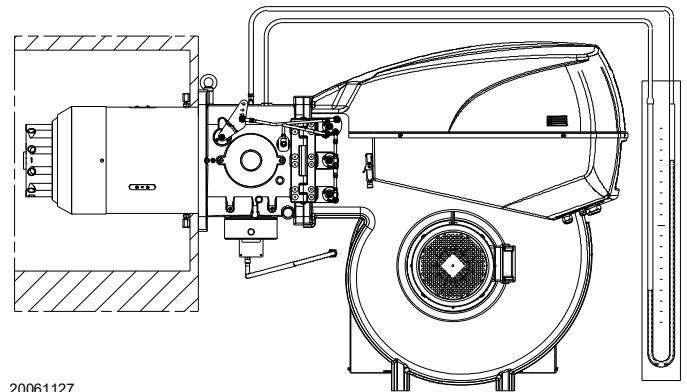

Abb. 23
- Montieren Sie ein U-Rohr-Manometer oder einen Differenzdruckmesser (Abb. 23), mit Entnahmestelle (+) am Gasdruck der Muffe und (-) in der Brennkammer. Damit soll annäherungsweise die Höchstleistung des Brenners ermittelt werden.
Das U-Rohr-Manometer (Abb. 23) zeigt den Gaseintritt an der Muffe an.